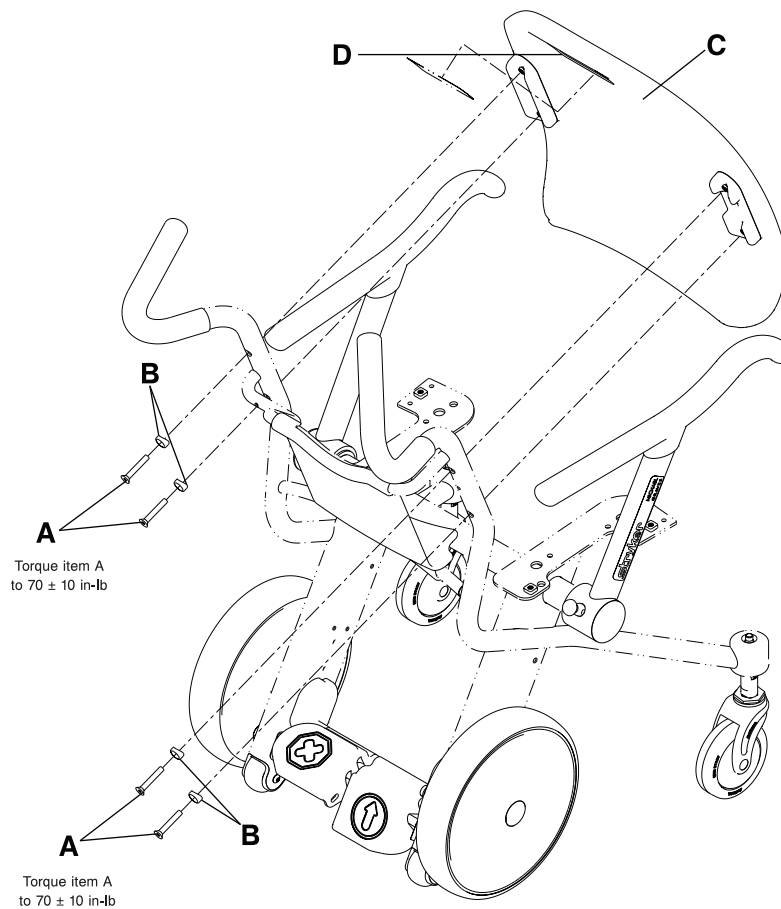

Figura 6-21: Sostituzione dello schienale
2. Con la chiave a brugola da 3/16" estrarre le quattro viti con testa piana (A) e i relativi adattatori (B) per rimuovere lo schienale (C) dal telaio della sedia. Eliminare viti, adattatori e schienale (Figura 6-21 a pagina 6-38).
3. Con la chiave a brugola da 3/16" inserire le quattro viti con testa piana (A) fornite con il kit e i relativi adattatori (B) per fissare lo schienale (C) al telaio della sedia (Figura 6-21 a pagina 6-38). Serrare le viti a  $70 \pm 10$  in-lb ( $8 \pm 1,1$  Nm) con la chiave dinamometrica da 3/8".
4. Applicare l'etichetta Stryker (D) del colore adatto fornita con il kit.